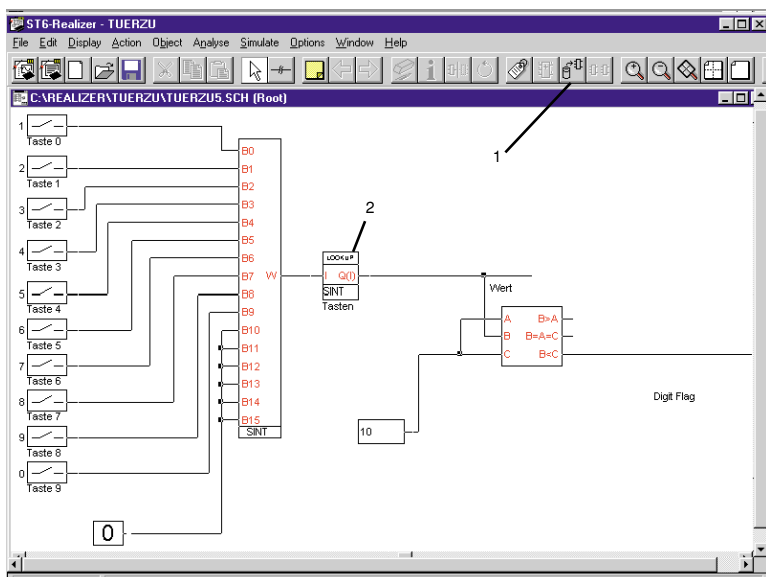

Bild 2: Tastaturabfrage des einfachen Codeschloß
Die Schaltungsplanung beginnen wir mit der Schaltung für die Tastaturabfrage (Abbildung 2). Wie bereits erwähnt, ist für unser kleines Beispielprojekt eine Tastatur mit insgesamt 12 Tasten vorgesehen. Auch hier werden die einzelnen Schaltungselemente aus der Bauteilbibliothek (1) aufgerufen und auf dem Projektblatt plaziert. Für Tasteneingaben wählen wir aus der Bibliothek das Symbol „digin“.